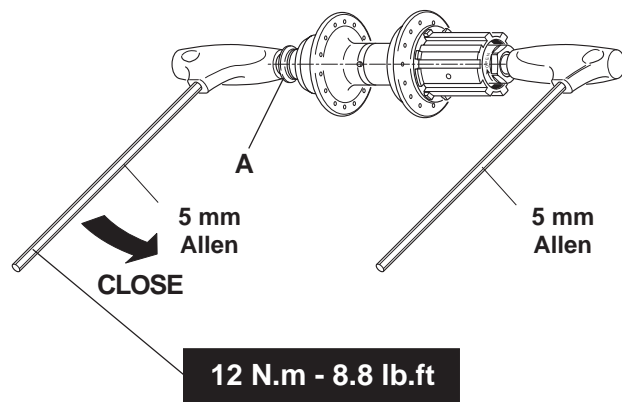

Fig. 10
• Stringete il dado di bloccaggio (A) con una coppia di serraggio di 12 N.m. - 8.8 lb.ft. contrastando la rotazione del perno con l'altra chiave a brugola da 5 mm inserita nell'estremità opposta (Fig. 10).
• Tighten clamping nut (A) to a torque of 12 N.m. - 8.8 lb.ft., countering axle rotation with the other 5 mm Allen wrench fitted on the opposite end (Fig. 10).
• Die Führungsbuchse des Schnellspanners (A) mit einem Drehmoment von 12 N.m.-8.8 lb.ft. (Abb. 10) anziehen, wobei der Rotation der Achse mit dem zweiten 5mm Imbusschlüssel, der auf der gegenüberliegenden Seite eingeführt ist, entgegengewirkt wird.
• Serrez l'écrou de blocage (A) avec un couple de serrage de 12 N.m. - 8.8 lb.ft, en empêchant la rotation de l'axe avec l'autre clé Allen de 5 mm. fixée à l'extrémité opposé (Fig.10).
• Apretar la tuerca de bloqueo (A) con par de torsión de 12 N.m. - 8.8 lb.ft. (Fig. 10) contrastando la rotación del eje con la otra llave allen bien introducida en la extremidad opuesta del eje.
• Draai moer (A) vast met een moment van 12 Nm – 8.8 lb.ft., terwijl u de as vasthoudt met de andere 5 mm imbusleutel aan het andere einde van de as. (Fig. 10).